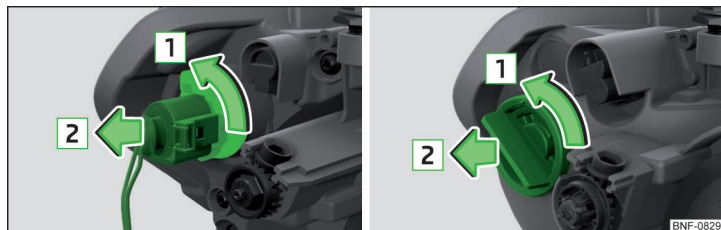

Fig. 175 Mudar a lâmpada incandescente para o pisca-pisca à dianteiro:
- Rodar o casquilho com a lâmpada incandescente até ao encosto [1] » Fig. 175 no sentido da seta.